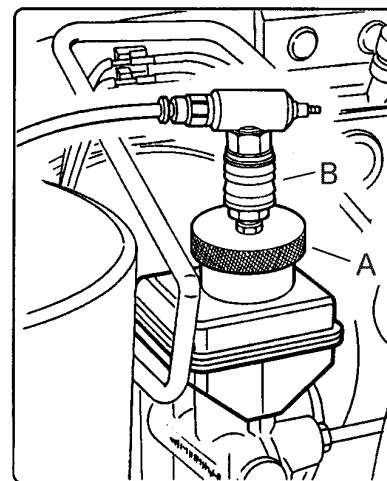

Fig. 4
4. Screw the corresponding adaptor (7, see fig 4, A) onto the vessel of the vehicle. Open the ball valve (4), bleed the air in the spiral hose (9) by pushing the bleed valve (5a) on the coupler (5). Connect the coupler (5) to the adaptor (7) (fig 4, B) on the vessel cap. Fill the hydraulic circuit vessel in the vehicle to remove the air from it.
4. Atornille el adaptador correspondiente (7, ver Fig. 4, A) en el depósito del vehículo. Abra la válvula de cierre (4), purgue el aire en la manguera espiral presionando el purgador (5a) en el adaptador (7, ver Fig. 4, B) en el tapón del depósito. Llene el depósito del circuito hidráulico para quitarle el aire.